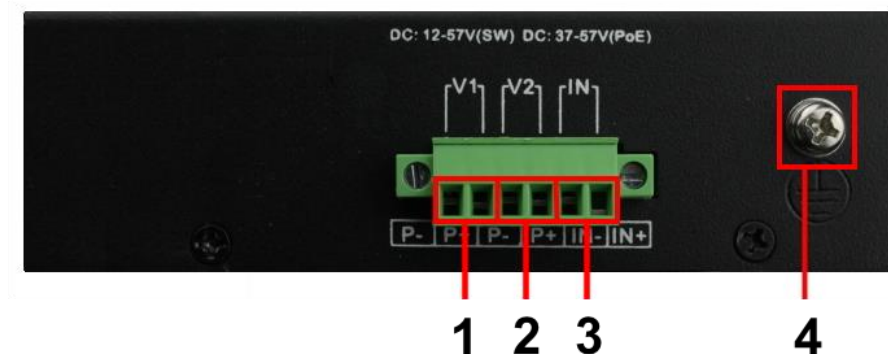

Рис. 3 Коммутатор SW-80402-I, разъемы и индикаторы на верхней панели
- Для обеспечения функционирования встроенной грозозащиты необходимо надежно заземлить корпус коммутатора рис. 3 (винтовая клемма 4) .